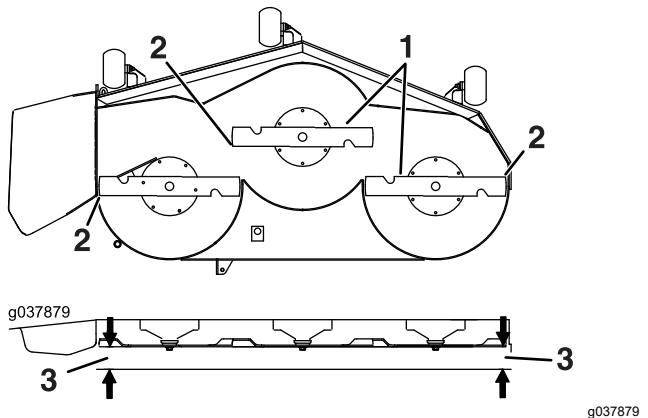

Figura 79
- Măsurai de la vârful lamei până la suprafața plană (Figura 79). Dacă ambele măsurători nu sunt mai mici de 5 mm, reglai planeitatea; continuai cu această procedură.
14. Rotii cu atenie lamele dintr-o parte în celalătă (Figura 79).